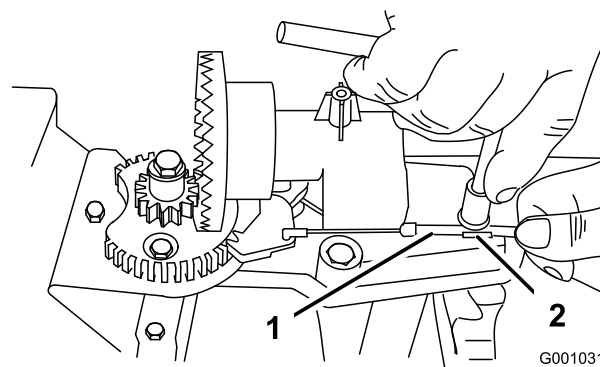
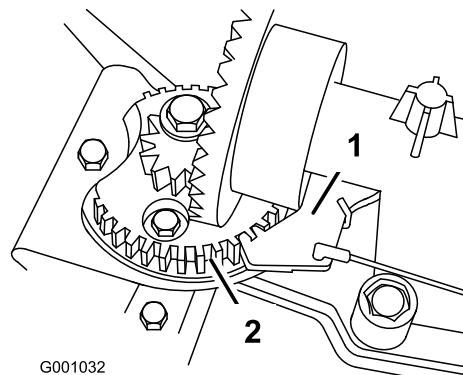

Рисунок 47
Рисунок 48
2. Ослабьте затяжку болта на хомуте кабеля (Рисунок 47).
3. Захватите кабельный трубопровод и перемещайте его по направлению к передней части машины до тех пор, пока фиксатор желоба не войдет полностью в зацепление с зубчатой передачей редуктора (Рисунок 47 и Рисунок 48).
**Примечание:** Фиксатор пружинен, и под действием пружины стремится войти в зацепление с шестерней редуктора (Рисунок 48).